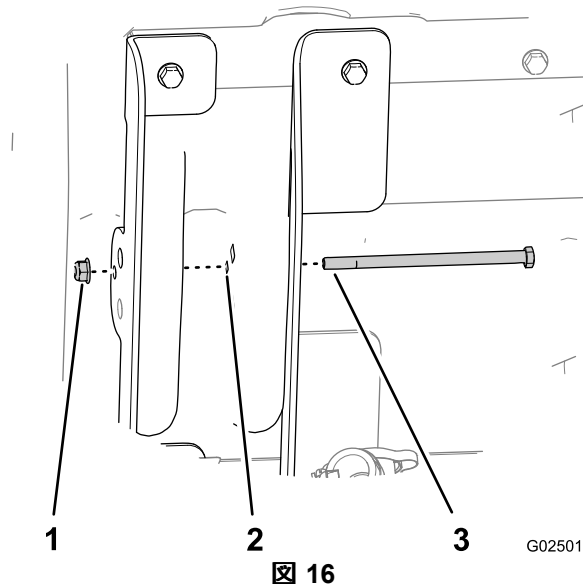

図 16
7. 図 16に示すように、六角ヘッドボルト5/16 x 5-1/2 インチを、7.9mm の穴内側昇降ブラケット長いフランジ、荷台、外側昇降ブラケット短いフランジに通す。
8. フランジナット5/16インチでボルトを手締めする図16。
11. ボルト5/16 インチをとめているフランジナットを軽く締める図 16。